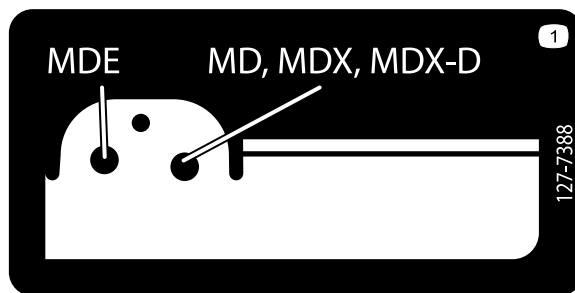

Рисунок 23
6. Определите, какое отверстие наружного и внутреннего подъемных кронштейнов под шплинтуемый штифт для штока привода подъема используется для вашего типа машины; см. наклейку на внутреннем кронштейне (Рисунок 23).